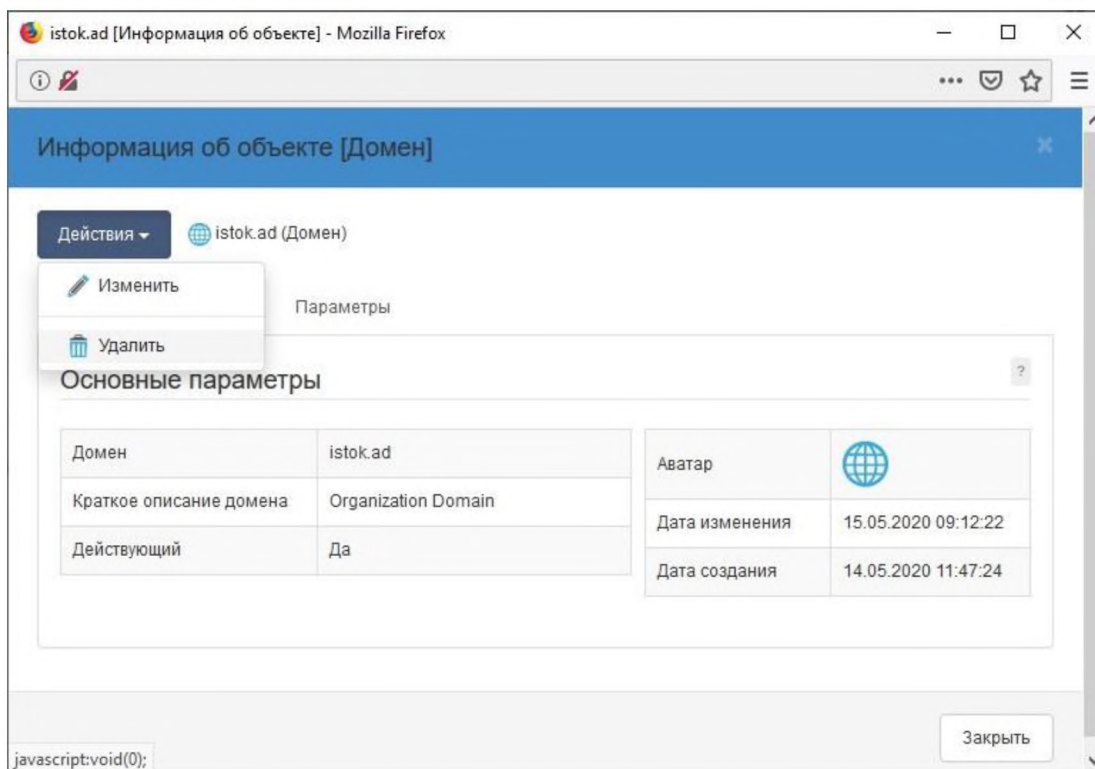

Рисунок 7 – Изменение или удаление домена
- 6) Затем нажмите кнопки **Действия**, **Изменить** или **Удалить** (рис. 7).